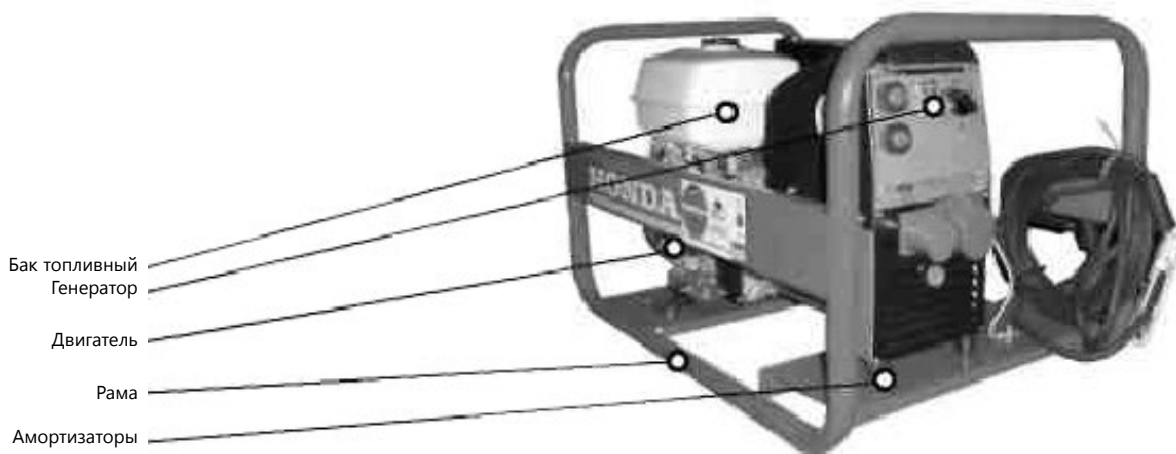

рис. 1
**1.1.1.3** Общий вид электроагрегата приведен на рис.1